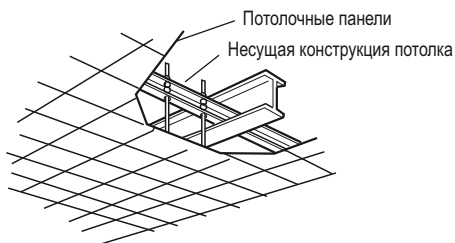

Рис.3-4
- Используйте существующие несущие конструкции потолка или соорудите соответствующую опору (Рис. 3-4).